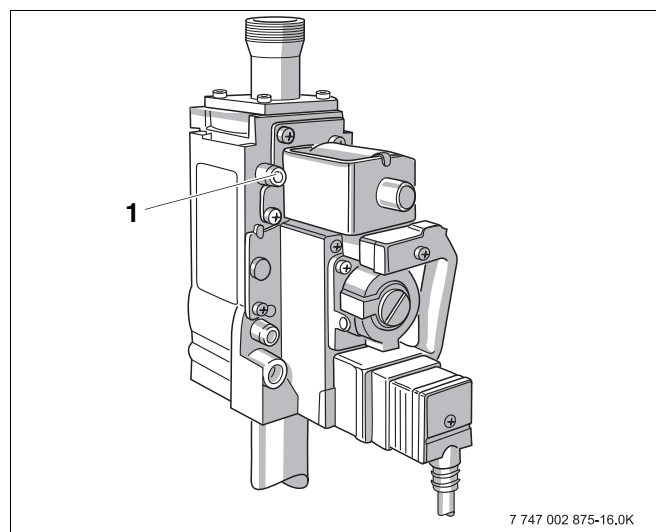

Рис. 31 Газовая арматура Honeywell VR 4605
- Отверните на два оборота запорный винт контрольного ниппеля (Рис. 31, поз. 1), предназначенный для измерения подаваемого давления и выпуска воздуха.
- Наденьте измерительный шланг U-образного манометра на контрольный ниппель (Рис. 31, поз. 1).
- Заверните запорный винт контрольного ниппеля (Рис. 31, поз. 1).